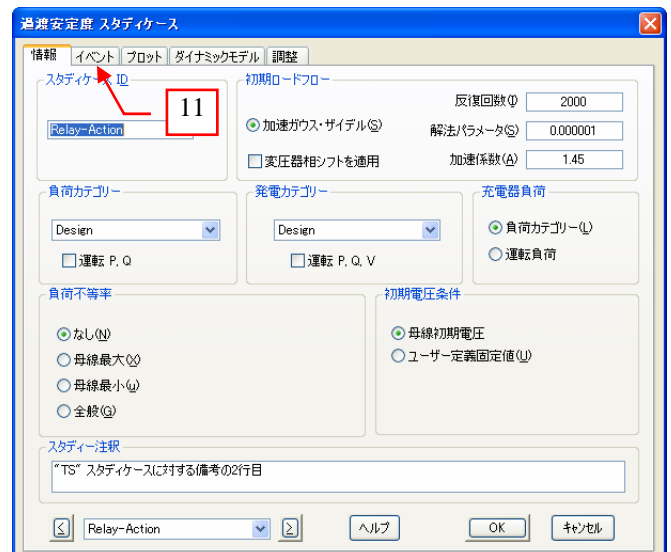

図 6
11. The “過渡安定度スタディケース” ダイアログボックスが表示されたら “イベント” のタブをクリックします。図 6 参照